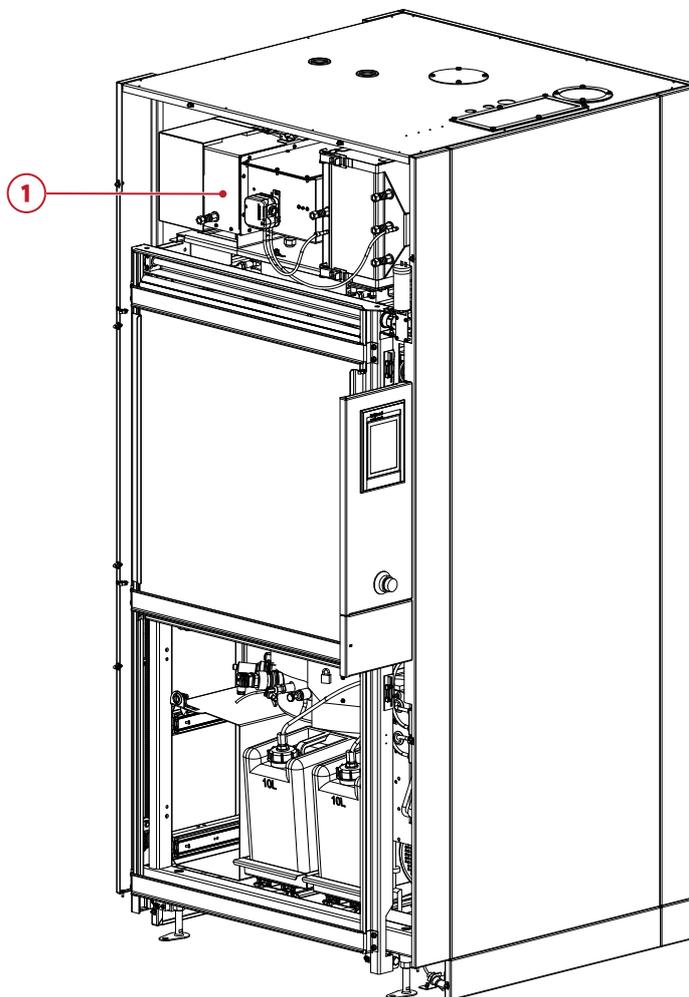

Fig. 10-19 Trocknungssystem im Serviceraum
- ▶ Entfernen Sie mit Hilfe des mitgelieferten Schlüssels das Abdeckblech zum Serviceraum (siehe Fig. 10-19 "Trocknungssystem im Serviceraum").